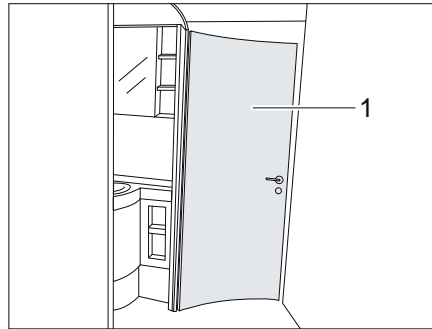

Bild 171 Raumbad
Die Tür des Toilettenbereichs (Bild 171,1) lässt sich je nach Ausstattung in 1-3 verschiedenen Öffnungsweiten zu einem Raumbad arretieren. Je nach gewählter Öffnungsweite werden verschiedene Raumteile miteinander verbunden.
- ▷ Die Tür des Toilettenbereichs (Bild 171,1) darf während der Fahrt nicht als Raumtrenner verwendet werden.